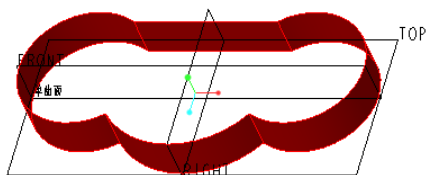
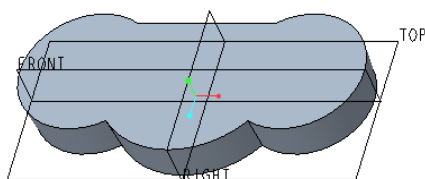

图 4-83 选择侧曲面作为拔模曲面
图 4-84 完成拔模操作
- ① 在功能区“模型”选项卡的“工程”面板中单击“拔模”按钮, 打开“拔模”选项卡。
- ② 结合〈Ctrl〉键选择图 4-83 所示的 4 个侧曲面作为要拔模的曲面。
- ③ 定义拔模枢轴。在“拔模”选项卡的“拔模枢轴”收集器的框中单击以将其激活, 接着选择 TOP 基准平面定义拔模枢轴。
- ④ 在“拔模”选项卡的 (角度 1) 框中输入“5”, 即设置拔模角度为 5°。
- ⑤ 在“拔模”选项卡中单击“完成”按钮, 完成拔模操作后的模型效果如图 4-84 所示。